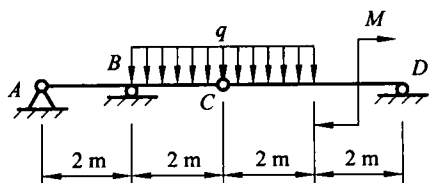

图 2.16
12. 由 AC 和 CD 构成的组合梁由铰链 C 连接。其支承和受力如图 2.16 所示, 已知均布载荷 $q=10$ kN/m, 力偶矩 $M=40$ kN·m, 梁的重量不计。求支座 A 、 B 、 D 的约束反力和铰链 C 处所受的力。